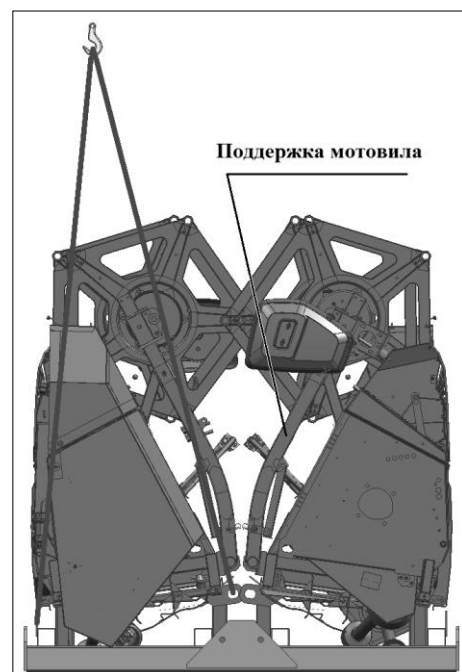

Рисунок 8.17
3) обвязать жатки проволокой между собой (через отверстия ушей на траверсах обеих жаток), обвязать поддержки мотовила (рисунок 8.17).